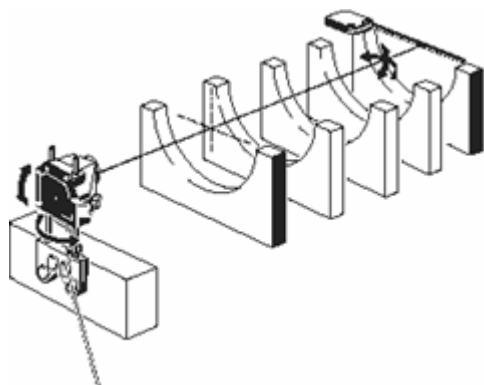

Рис. 2. Регулировка угла лазерного луча
- d. Используйте рулетку (мерную ленту) для нахождения центра самого далекого отверстия. Снимите пылезащитную крышку и при использовании желтых ручек управления лазера выполните регулировку угла лазера по горизонтали и вертикали, чтобы лазерный луч попадал на мерную ленту в ее центре (см. рис. 2).